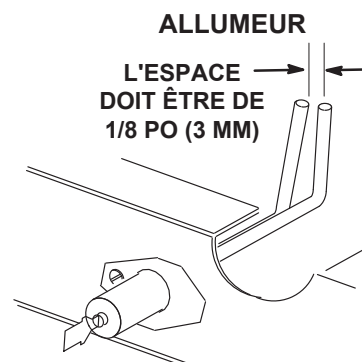

FIGURE 36
- 5 - Localisez l'allumeur sous le brûleur droit. Vérifiez l'écartement des contacts à l'aide de mèches hélicoïdales ou de jauges d'épaisseur de la taille appropriée. Reportez-vous à la FIGURE 36.